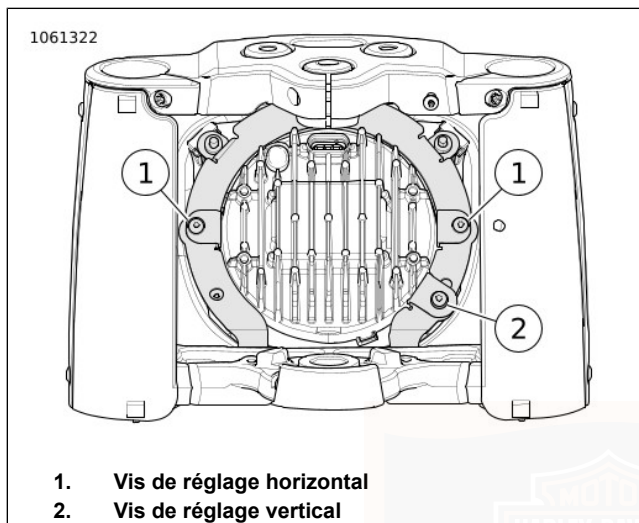

Figure 76. Réglage du phare
1. Voir Figure 76. Tourner la vis de réglage horizontal (1). Régler le phare vers la gauche ou vers la droite pour diriger le faisceau lumineux droit devant.
2. Tourner la vis de réglage vertical (2). Régler le phare verticalement jusqu'à ce que le faisceau soit centré sur la ligne horizontale.